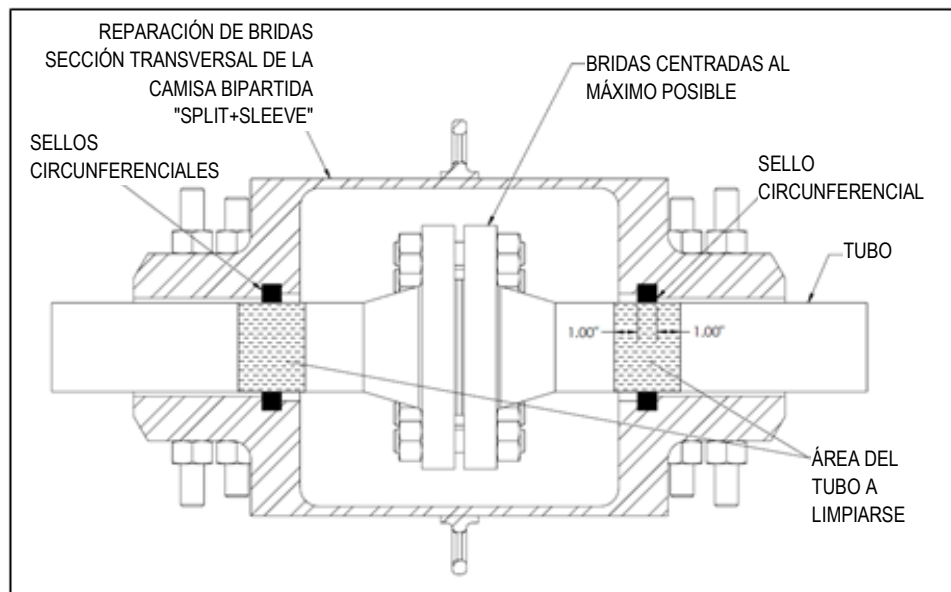

Figura 1
1. Elimine todo recubrimiento, óxido e incrustaciones de la superficie del tubo donde los sellos circunferenciales de la camisa bipartida de reparación de bridas "PLIDCO Flange Repair Split+Sleeve" entrarán en contacto con el tubo (consulte la Figura 1). Se prefiere un acabado casi blanco, como se indica en SSPC-SP10 / NACE No.2. Cuanto más limpia esté la superficie del tubo, más positivo será el sellado.
3. Las soldaduras circunferenciales de tubos dentro de los sellos circunferenciales no requieren esmerilarse a tope, siempre y cuando la altura de la soldadura no exceda de 3/16 de pulgada (4.7 mm) a menos de 1" del sello. Las soldaduras en el interior del vientre no necesitan ser esmeriladas. (Véase la Figura 1).